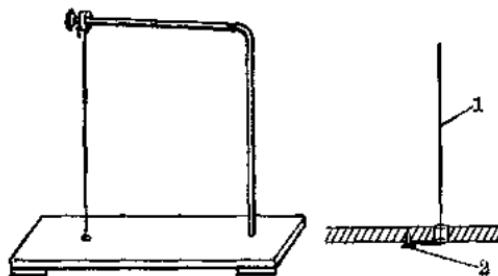

图 3
3. 在钢丝另一端，套上一个长约5毫米的小玻璃环（可用钢锉锉小玻璃管截取）（图3）。